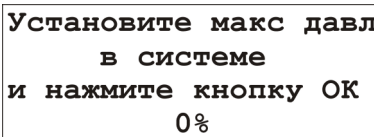

Рисунок 4.8 – Экран второго этапа калибровки
6. Контролируя давление внешним манометром установить максимальное давление в системе (клавишами Δ, ∇ осуществляется изменение коэффициента заполнения управляющего сигнала регулятора давления) и нажать клавишу \checkmark . Экран второго этапа калибровки представлен на рис. 4.8.